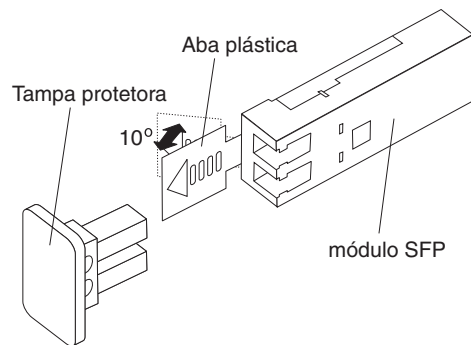

Figura 53. Destravando a Trava do Módulo SFP - Variedade Plástica
- Para módulos SFP que contêm guias de plástico, destrave a trava do módulo SFP puxando a guia de plástico 10° para fora, conforme mostrado na Figura 53.